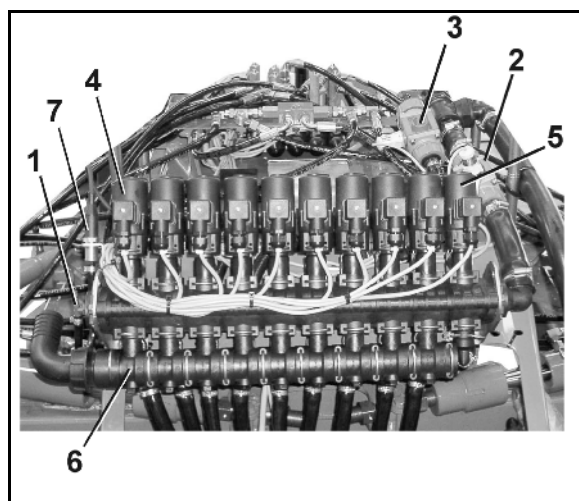

Bild 99
| | (9) Ramparmatur, se Bild 99. |